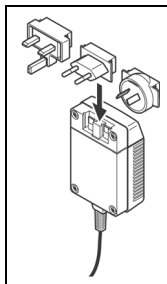

Fig. 3 Installation de l'adaptateur/chargeur SNT-121A
2. Glissez l'adaptateur dans la fente (voir figure 3).
3. Glissez un autre adaptateur dans la fente (voir Fig. 3, page 16).